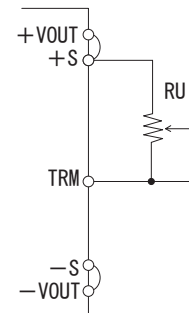

図4.6 出力電圧を高く設定する場合
- 図4.6のように接続することで、出力電圧を高く設定することができます。